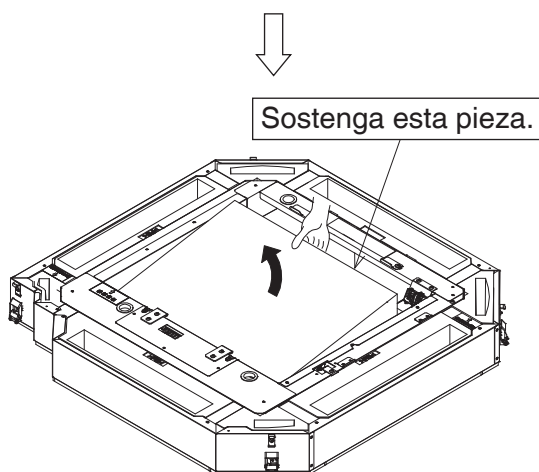

Figura 8
- (1) Retire las cintas que sujetan la fuente de alimentación y los cables de señal.
- (2) Retire las cintas que sujetan los ganchos (filtro) (2 ubicaciones).
- (3) Retire la cinta que sujeta el filtro plisado (1).
- (4) Sostenga el filtro plisado (1) por la parte indicada en la **Figura 8** y sáquelo. (Si lo sostiene por otra parte se pueden aplastar los pliegues del filtro plisado [1]).